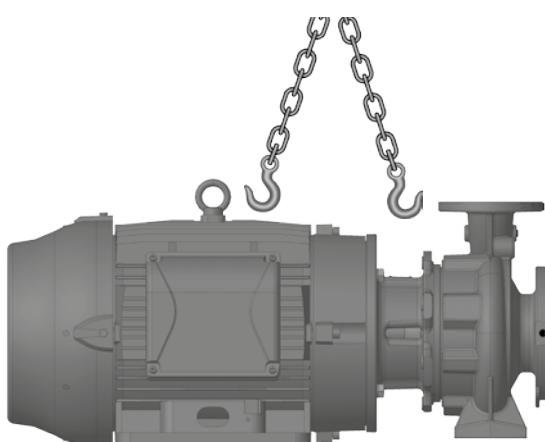

Figura 1 - içamento do equipamento
- A motobomba deve ser transportada observando as orientações da Figura 1.